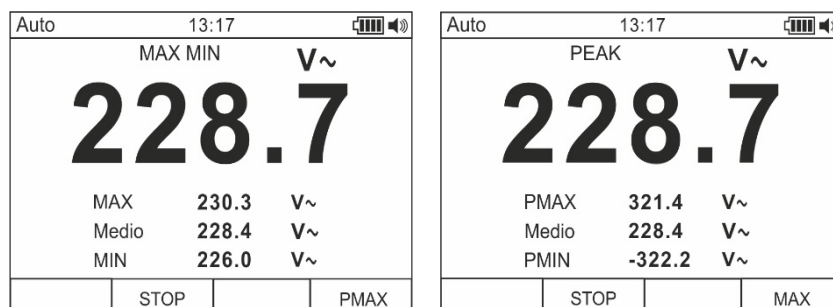

Abb. 7: Speicherung der PEAK Werte
5. Drücken Sie die **F4** Taste, um in den Messmodus der Spitzenwerte der zu messenden Größe einzutreten (siehe Fig. 7 – Mitte). Die Meldung “PEAK” erscheint im Display und die Werte werden für die Funktion MAX/MIN aktualisiert.